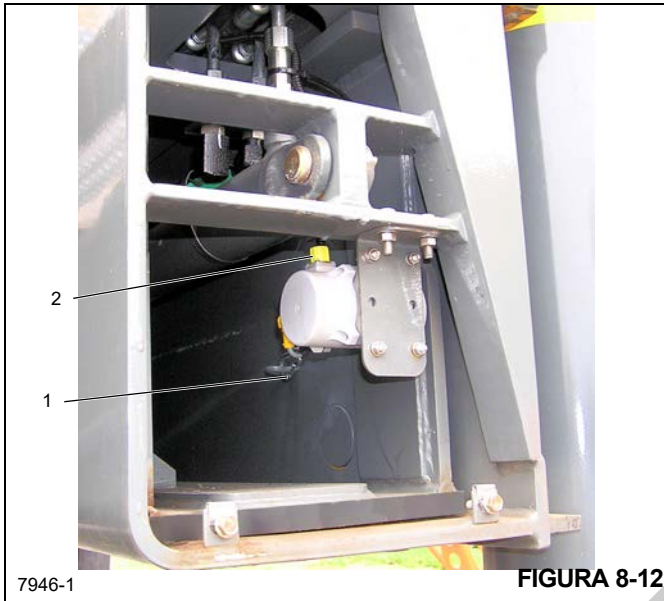

FIGURA 8-12
2. Retire el conector de potenciómetro del OMS (1, Figura 8-12) del punto de conexión en la viga del estabilizador.
2. Instale el potenciómetro del OMS lo suficiente para engancharlo en el agujero alargado con la tornillería de montaje superior (Figura 8-12).